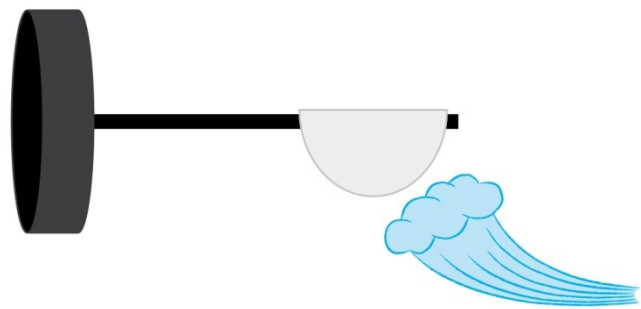

Abb. 3: Im letzten Versuchsdurchgang wird dem Wattepad mit einem Fächer Luft zugefächelt.
- Messung 3: Wiederhole die Messung 1 für ein Wattepad, dem du mit einem Fächer Luft zufächelst. (Abb. 3).